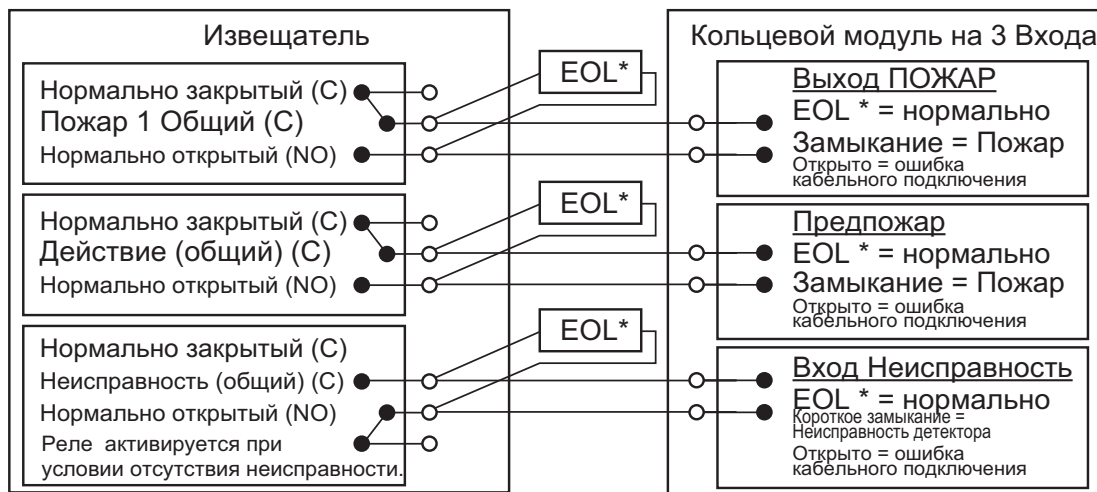

Рис. 4-20: Входной/выходной модуль петли с EOL
**Примечание:** Включенные в перечень UL адресуемые входные модули можно подключать к сигнальным реле извещателя VEA-040-A00, как показано на Рис. 4-20, для первичной сигнализации о пожаре. Релейные выходы модуля Relay StaX, описание которого содержится в приложении А.2, передают дополнительную информацию об адресах, определяющую, в каких трубках извещателя возникло состояние тревоги. Включенные в перечень UL адресуемые входные модули можно подключать к релейным выходам модуля Relay StaX, как показано на Рис. А-38 на стр. 146.